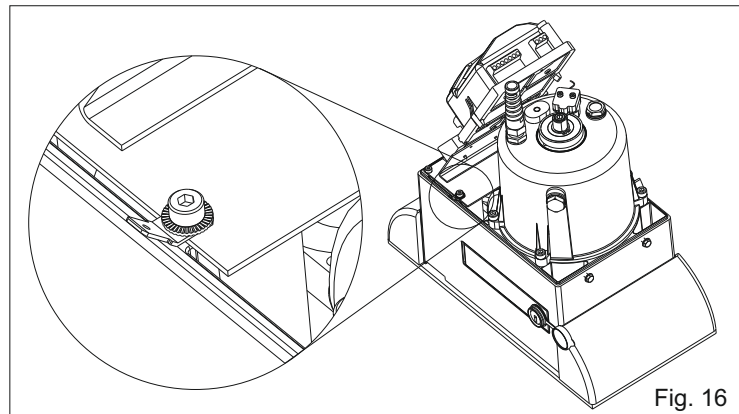

Fig. 16
7. CONEXIÓN DE TIERRA (Fig. 16)